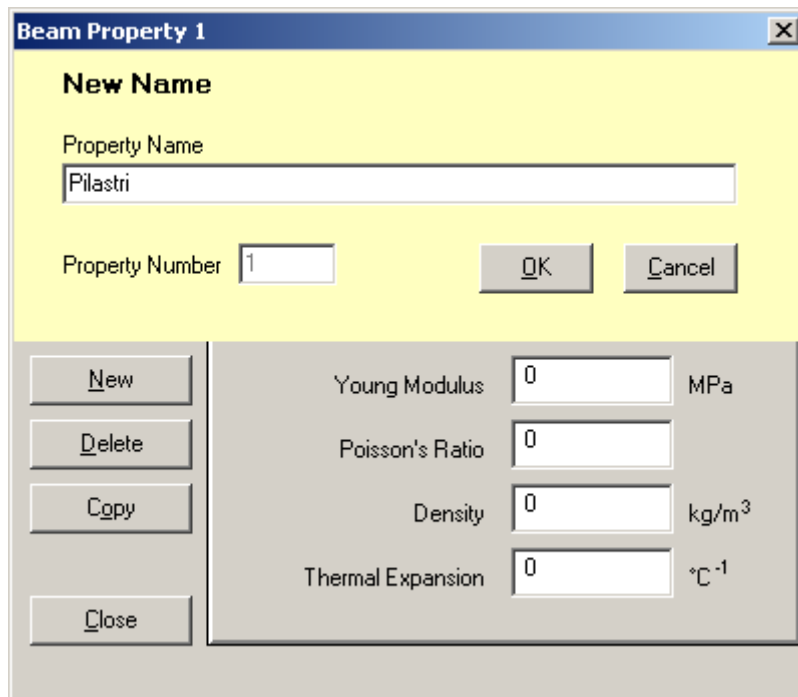

Fig. 6
- menu *Edit* per cambiare il nome (Fig. 6). *OK*